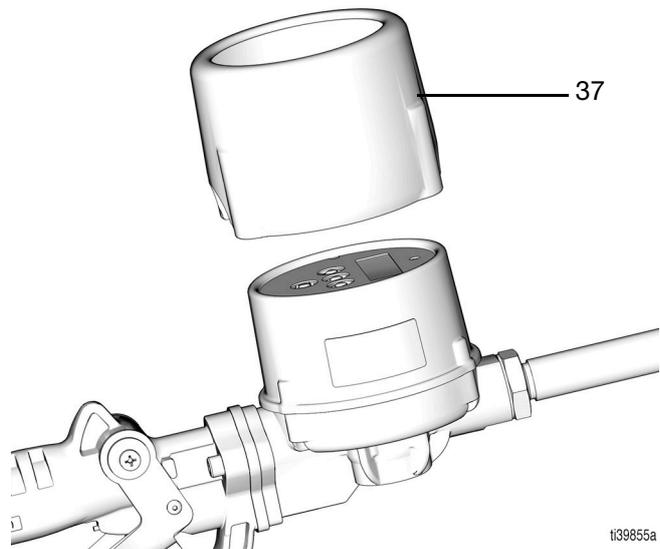

FIG. 37
2. Afloje la pieza giratoria (33) de la manguera y retire el medidor; a continuación, páselo a una mesa de trabajo para repararlo.
3. Retire la protección contra impactos (37) del medidor (37)(FIG. 37).
21. Vuelva a montar la protección contra impactos (37), consulte la FIG. 37 en la página 18.